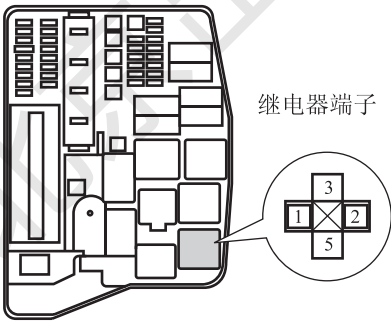

图1-28 前大灯继电器端子
5) 检查线束和连接器（蓄电池 - 前大灯继电器）：如图1-28所示，根据表1-4中的值测量继电器盒侧的电压，若异常则维修或更换线束或连接器。